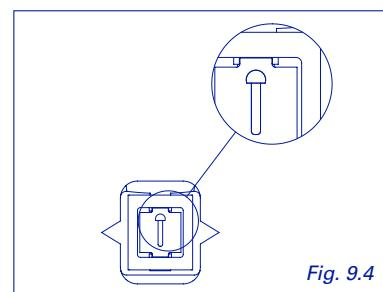

Fig. 9.4
**Note:** upon reinstalling sliding cursor, make sure the arrow is pointing up (Fig. 9.4).
**Note:** en ré-utilisant le curseur cranté, positionner la flèche vers le haut (Fig. 9.4).